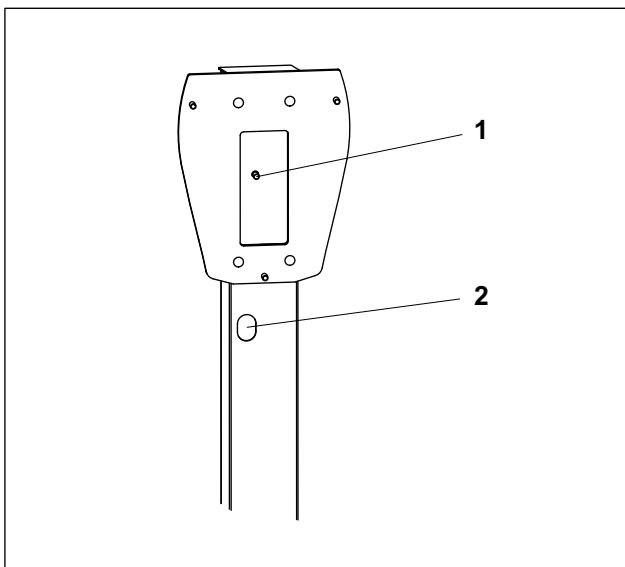

Abb. 6 Erdungspunkt der Stele
7. Befestigen Sie die zweite Durchführungstülle (Beipack) an der Kabelauführungsöffnung (Abb. 6/2).
9. Schließen Sie den Schutzpotenzialausgleich am Erdungsbolzen (Abb. 6/1) der Stele an.